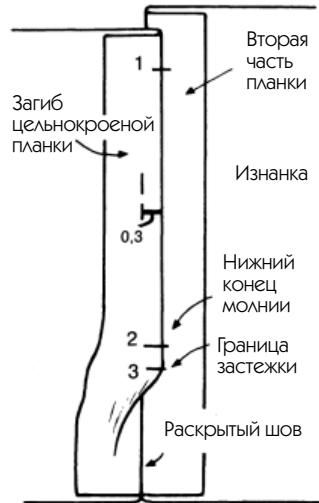

Рис. 280
— На рис. 280 показан сгиб со стороны изнанки изделия. Ни в коем случае не делайте разреза в точке 3, в противном случае из-за этого в дальнейшем может быстро произойти разрыв, а лучше позвольте сформироваться маленькой складке, которую будет так легко сплюснуть с помощью утюга.
2. Для выполнения этой работы промышленным способом перейдите к материалу, относящемуся к примерам 270, 280 и 281. Только в данном случае нужно будет также сформировать сверху такую же маленькую складку, начинающуюся от точки 3 на рис. 280, и выполнить такую же горизонтальную строчку, видимую с лицевой стороны.